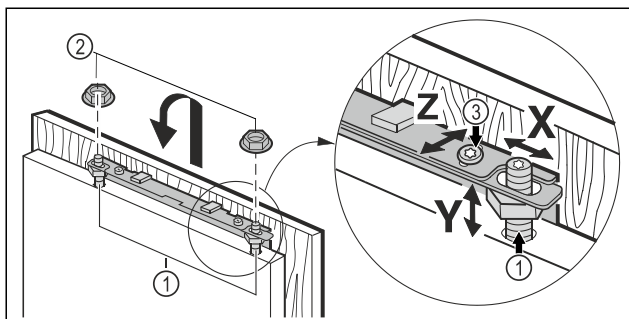

Fig. 22
- ▶ Zavěste nábytková dvířka na ustavovací čepy Fig. 22 (1) a pojistné matice Fig. 22 (2) a na ně volně našroubujte pojistné matice.
- ▶ Nábytkové dveře vyrovnejte ve výšce Y a ve stranovém sklonu: Ustavovací čepy Fig. 22 (1) nastavte šroubovákem.
- ▶ Pojistné matice Fig. 22 (3) dotáhněte.